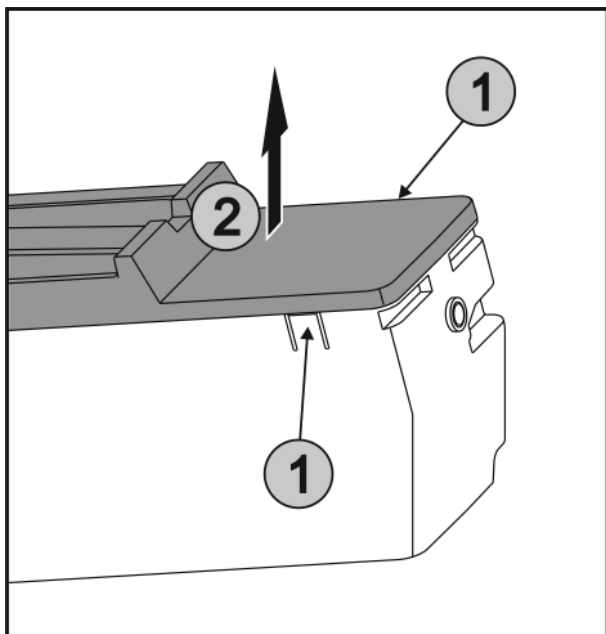

Fig. 48
- Одновременно нажать на накладки Fig. 48 (1) на обеих сторонах EasyTwist-Ice и снять крышку Fig. 48 (2) движением вверх.